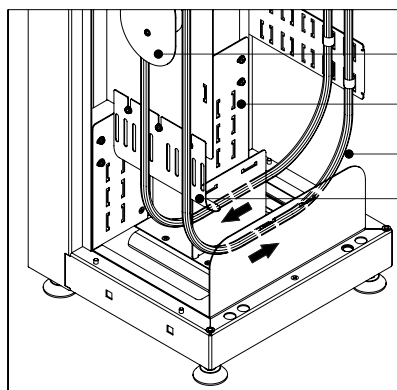

Figura 13D
8. Encaminhe os cordões pela parte frontal do guia inferior de cabos até os suportes guia de cabo lateral (veja figura 13D).